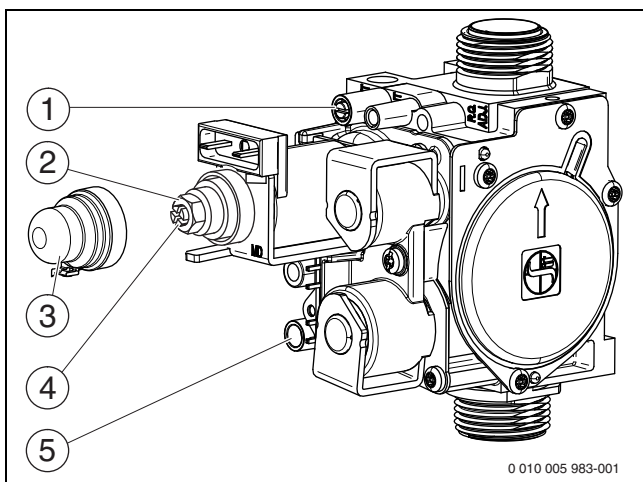

Рис. 32 Газовая арматура
- ▶ Отверните уплотнительный винт штуцера измерения давления на форсунках (рис. 32, [1]) и подсоедините U-образный манометр.
- ▶ Снимите крышку (рис. 32, [3]).
- ▶ Значение «тах» давления (мбар) на форсунках приведено в таб. на стр. 47. Установите давление на форсунках регулировочным винтом максимального расхода газа (рис. 32, [2]). Поворот направо - больше газа, поворот налево - меньше газа.
- ▶ Значение «min» давления (мбар) на форсунках приведено в таб. на стр. 47. Установите давление на форсунках регулировочным винтом минимального расхода газа (рис. 32, [4]).
- ▶ Выключите котёл и закройте газовый кран, отсоедините U-образный манометр и заверните уплотнительный винт (рис. 32, [1]).
- ▶ Отверните уплотнительный винт на штуцере измерения подаваемого давления газа (рис. 32, [5]) и подсоедините манометр.
- ▶ Установите и опломбируйте крышку (рис. 32, [3]).